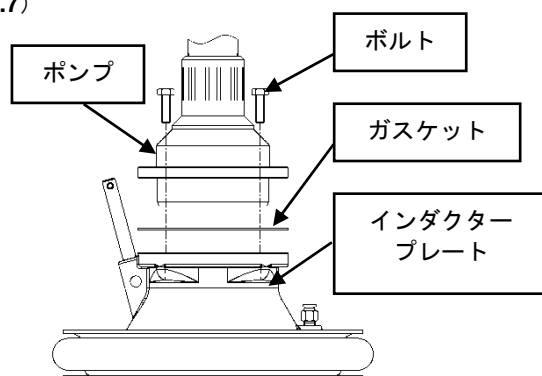

Fig.7 インダクタープレートの取付け
3.4 材料吸込配管の接続 (ポンプとインダクタープレートの接続、Fig.7)